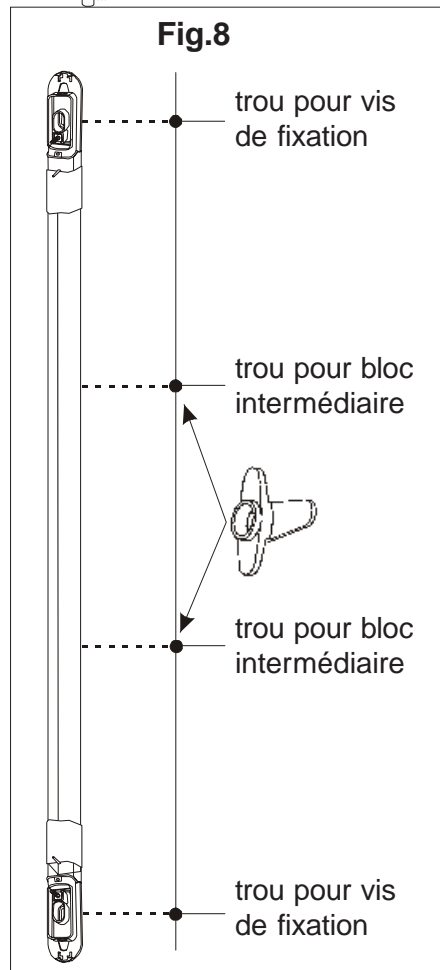

Fig.8
- Après avoir marqué les trous nécessaires aux vis de fixation effectuer d'éventuels trous pour les blocs intermédiaires (figure 8)